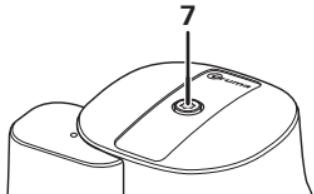
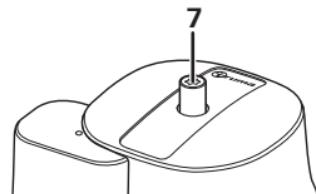

Bild 2a
Bild 2b
Der Crashsensor verfügt über einen Resetknopf, dessen Stellung Auskunft über seinen Status gibt: Stellung „betriebsbereit“ (Bild 2a) oder Stellung „nicht betriebsbereit“ (Bild 2b).
Zum Zurücksetzen den gelben Resetknopf (7) kräftig drücken, leicht im Uhrzeigersinn drehen und 5 Sekunden lang halten und sicherstellen, dass er in der Stellung „betriebsbereit“ (Bild 2a) bleibt.
- Das Auslöseelement des Crashsensors (9) so weit hineindrücken, dass der gelbe Resetknopf (7) herausspringt, so dass der Crashsensor in Stellung „nicht betriebsbereit“ (Bild 2b) ist.
- Schraubkappe (10) des Prüfanschlusses abschrauben und Prüfpumpe mit Prüfschlauch an den Prüfanschluss anschließen.